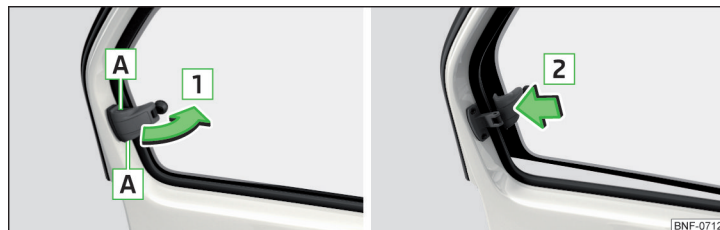

Abb. 37 Fenster hinten öffnen / schließen
- › Zum **Öffnen** an die Sicherung in der Aussparung **A** fassen » Abb. 37.